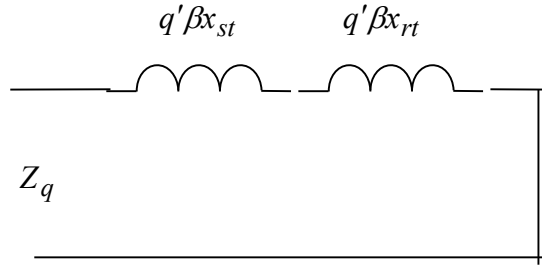

Рис. 5.1
*Алгоритм расчета.* Рассмотрим приближенный расчет амплитуды пульсирующих моментов для высших гармоник напряжения для упрощенной схемы замещения АД (рис. 5.1). На схеме использованы следующие обозначения: